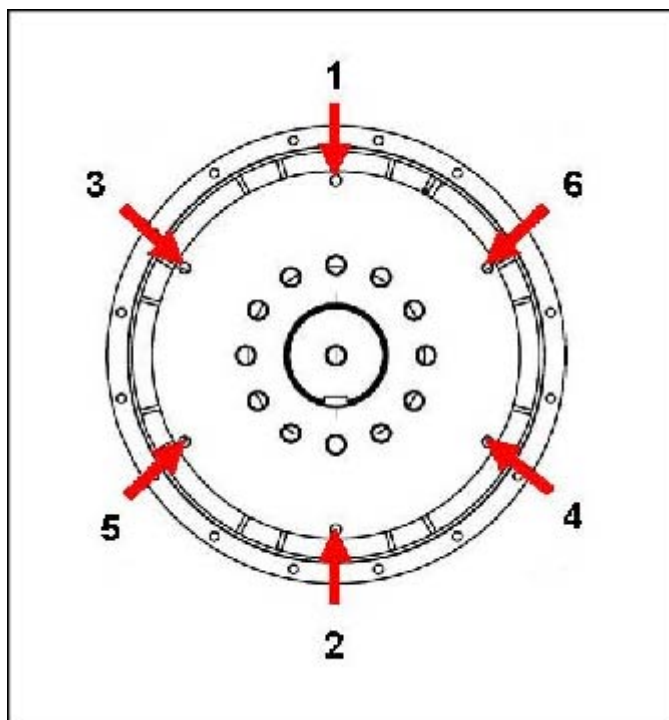

РИС. 23. ПОСЛЕДОВАТЕЛЬНОСТЬ КРЕПЛЕНИЯ К МАХОВИКУ
10. Затяните болты крепления диска муфты к маховику, соблюдая последовательность, указанную в Рис. 23 на стр. 47